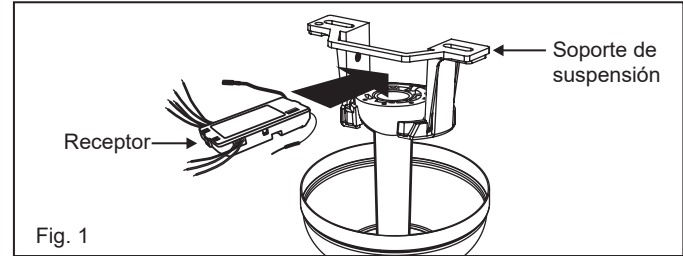

Fig. 1
1. Inserte el controlador en el soporte de montaje en techo con el lado plano del controlador mirando hacia el techo. (Fig. 1) Para un mejor rendimiento, asegúrese de que la antena negra y la antena WIFI, en el extremo del controlador, permanezcan extendidas y no enredadas con ninguno de los cables eléctricos.